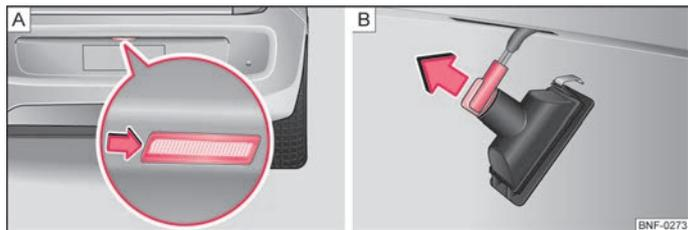

Abb. 122 Glühlampe der Kennzeichenleuchte auswechseln
- Stecken Sie einen geeigneten dünnen Gegenstand, z. B. einen Schraubendreher, in die Aussparung im Pfeilbereich ein und hebeln Sie die Kennzeichenleuchte vorsichtig aus dem Stoßfänger heraus ⇒ Abb. 122 - [A].
- Drehen Sie den Lampenhalter **entgegen dem Uhrzeigersinn** und nehmen Sie diesen in Pfeilrichtung heraus ⇒ Abb. 122 - [B].